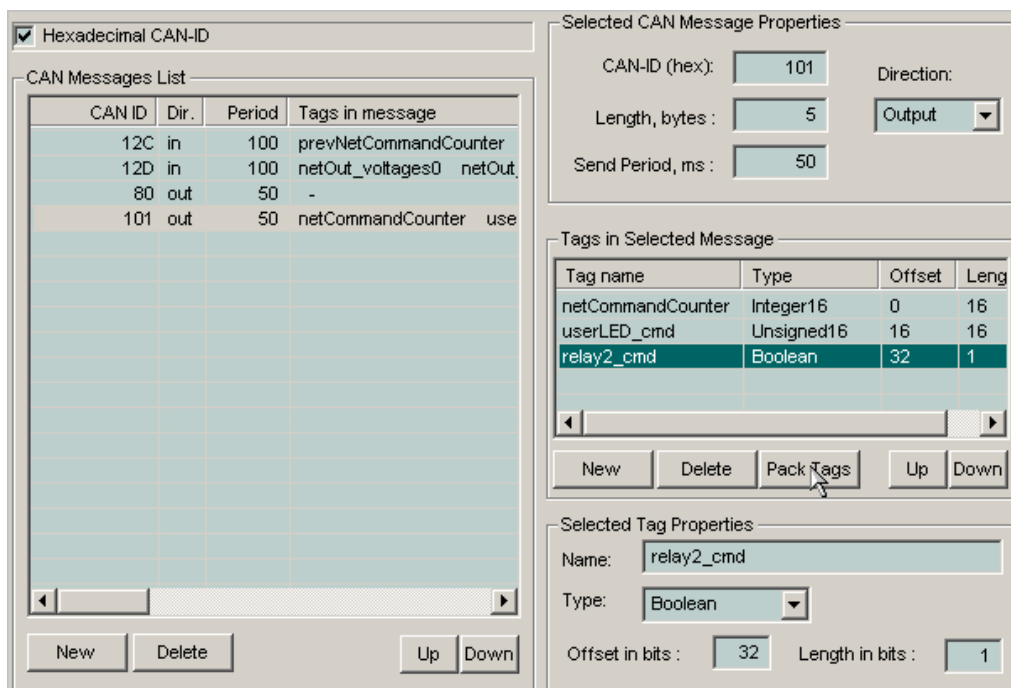

Рис. 66. Добавление тегов передачи команд управления
8. Добавьте в список **CAN Messages List** передаваемое сообщение с идентификатором 101H и создайте для него теги *netCommandCounter*, *userLED_cmd* и *relay2_cmd*, как показано на рис. 66, после чего закройте диалоговую панель **CAN Segment Properties** нажатием кнопки **OK**.